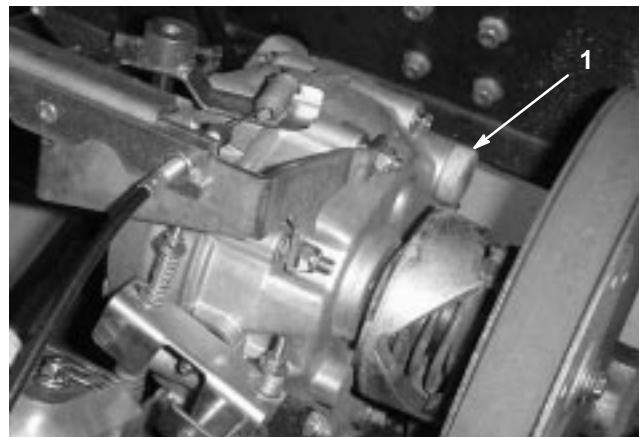

**Bild 34**
2. Entfernen Sie die Ablassschraube aus der rechten Seite des Behälters (Bild 34) und lassen die Flüssigkeit in ein Auffanggefäß ablaufen. Schrauben Sie die Ablassschraube wieder fest ein, wenn keine Flüssigkeit mehr ausströmt.
3. Füllen Sie den Ölbehälter (Bild 35) mit ungefähr 1,4 Liter SAE 10W30 Motoröl, oder bis der Ölstand das untere Ende des Füllstand-Prüflohcs erreicht (Bild 34).